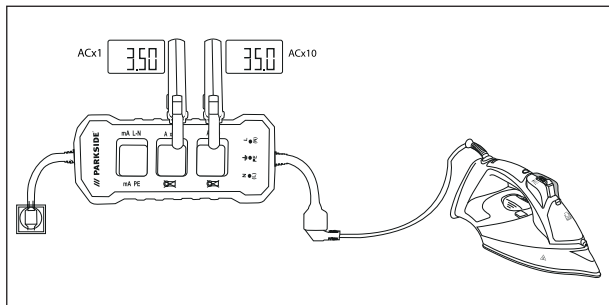

Fig. 1
- 4) Leggere i valori della corrente di linea nell'anello **A x1** **2** o dividere il valore letto nell'anello **A x10** **3** per 10 (vedere fig. 1)